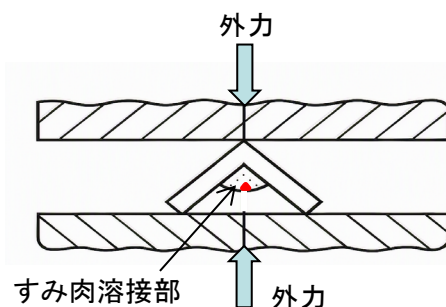

図4 破面試験イメージ その2
- ② 溶接部(ノッチ加工部)が開口する方向に曲げ外力を与えて破断させます(図4)。